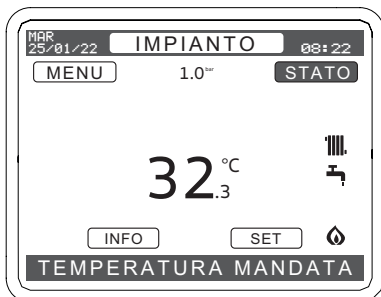

Figura 6.7
- Premere il tasto (↖) per spostarsi nel campo "STATO" Figura 6.7.